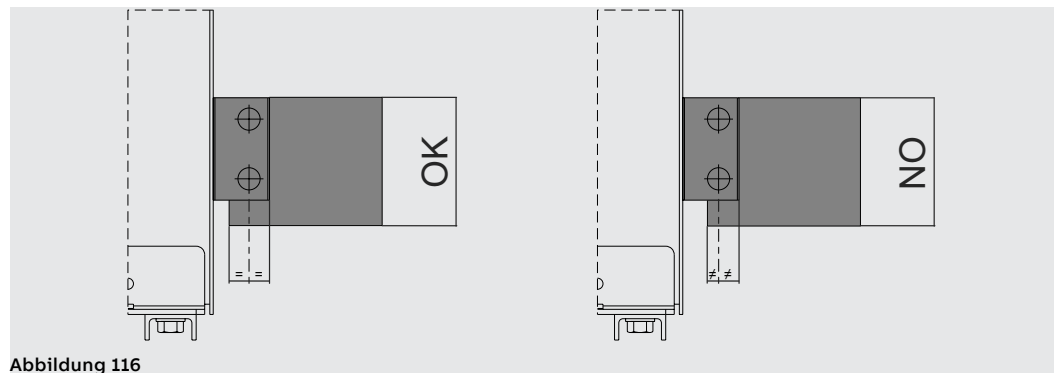

Abbildung 116
- Gewährleisten, dass der Abstand zwischen den Löchern und dem Ende der Schiene der gleiche ist. Siehe das Beispiel Abbildung 116.